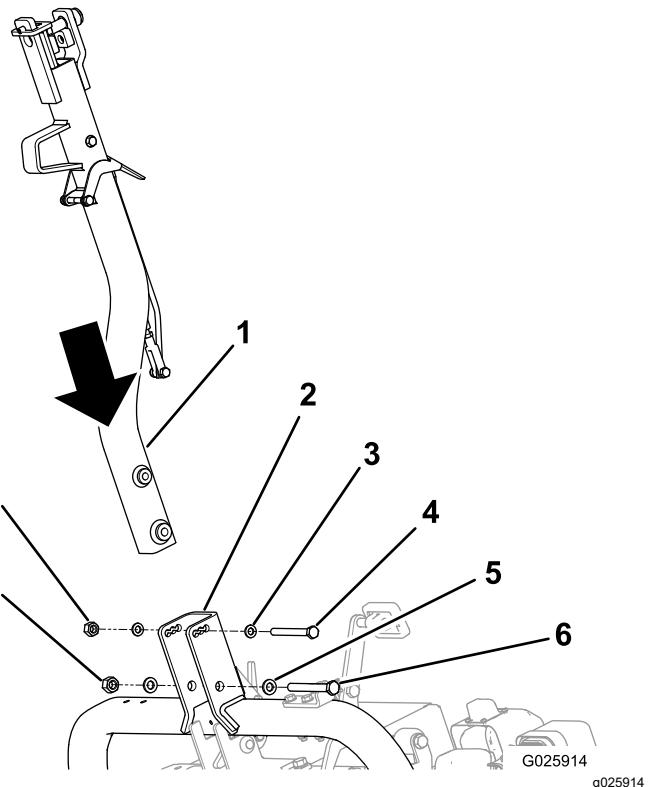

Figura 5
2. Prenda o engate ao suporte da articulação do engate com os dispositivos adequados; consulte **Figura 5**.